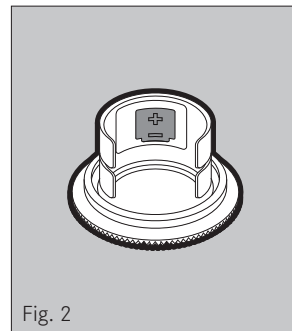

Fig. 2
- ▶ Coloque la pila en la tapa del compartimento para pilas con el polo positivo mirando hacia la abertura o sáquela del compartimento para pilas (fig. 2).